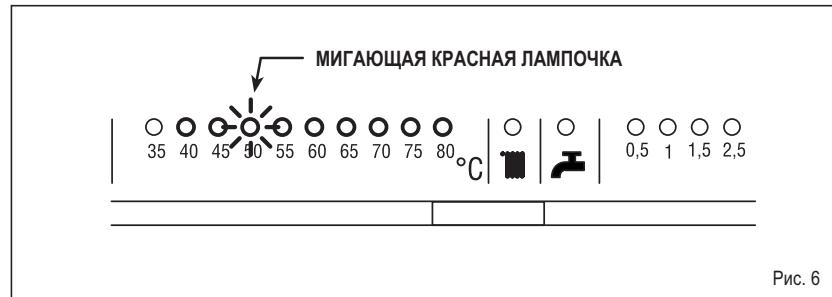

Рис. 6
- Другие неисправности (рис. 6)